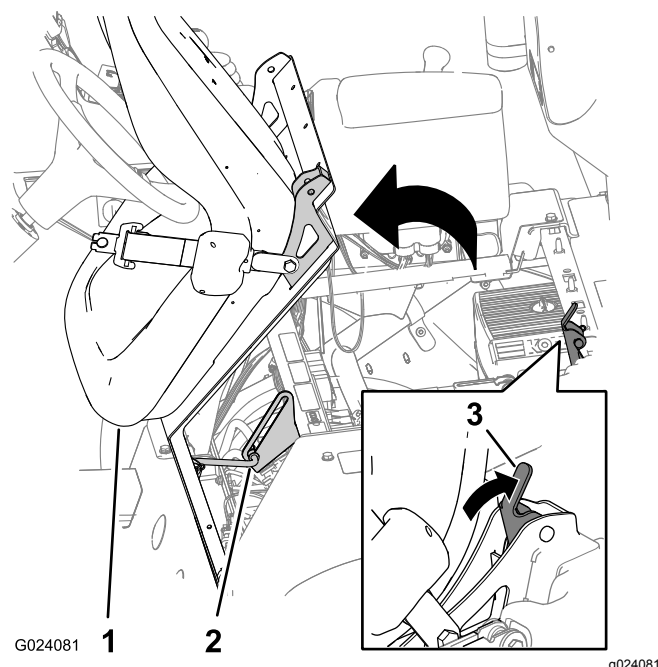

Figura 3
2. Sbloccate il sedile spingendo la maniglia di blocco del sedile all'indietro (Figura 3).
3. Ruotate il sedile e la piastra in avanti fino a quando l'estremità dell'asta di supporto nella relativa staffa non si trova nella parte inferiore della scanalatura della staffa (Figura 3).